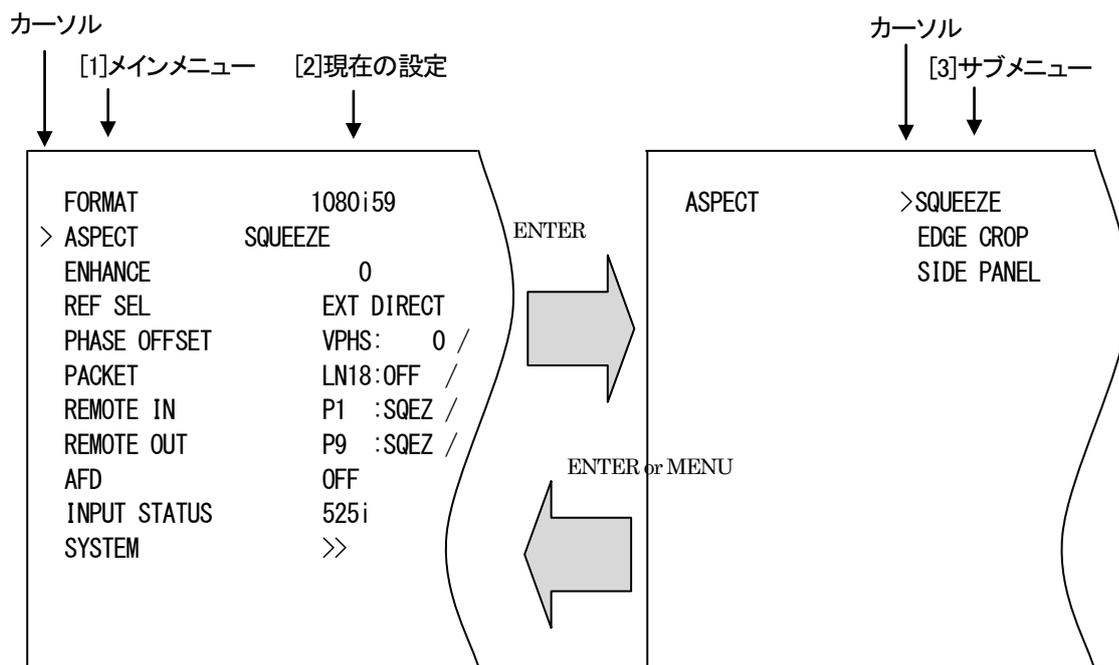

図 4-1 オンスクリーンメニュー表示例(SHC-70G-01 未実装)
(3) カーソルがメインメニューの項(図4-1 [1])にある状態でツマミを廻し、設定する項目を選択します。
カーソルを移動すると選択した項目の現在の設定(図4-1 [2])が左にシフトします。
(4) ENTERボタンを押すと画面が切り替わり、カーソルがサブメニューの項(図4-1 [3])へ移動し、ツマミを廻して値を変更します。
(5) 設定を保存する場合はENTERボタンを押します。また、変更をキャンセルする場合は、MENUボタンを押すことにより設定値は変更前の値に戻ります。いずれの場合も、画面が切り替わり、カーソルが左の位置へ移動します。
(6) さらに他項目の設定を行う場合は3)~5)を繰り返し行います。
(7) 終了する場合はMENUボタンを押すことで(1)の状態に戻ります。
(8) メニューモードの状態でも10分間未操作状態が続くと、設定をキャンセルし、ステータス表示へ戻ります。